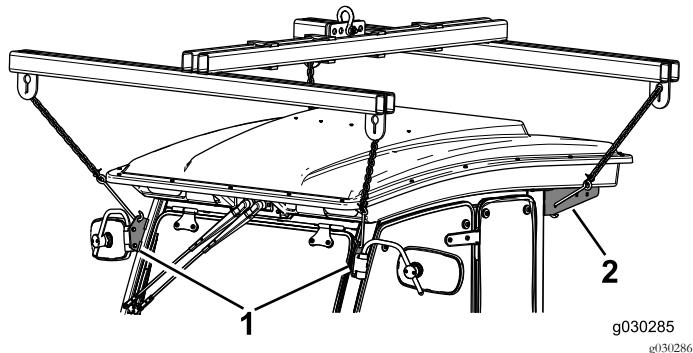

Figure 17
- Attachez le palan de cabine aux 4 points de levage sur la cabine (Figure 17).